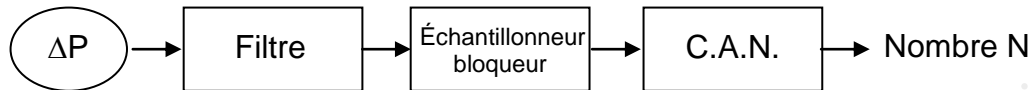

Figure 5
- Q8.** Comment appelle-t-on le filtre placé avant l'échantillonneur bloqueur de la **figure 5** ?